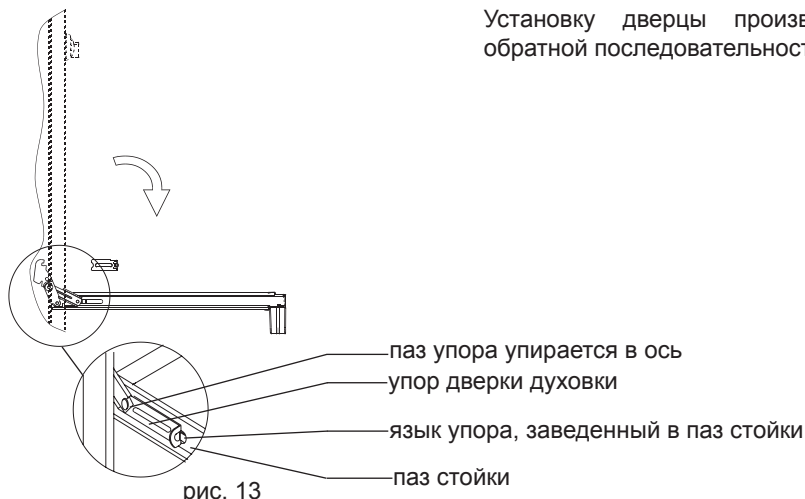

рис. 13
Для этого нужно (см. рис. 13, 14, 15):
1. Откинуть дверцу в горизонтальное положение. Ввести в пазы, предусмотренные слева и справа в стойках дверцы, два технологических упора (рис. 13);